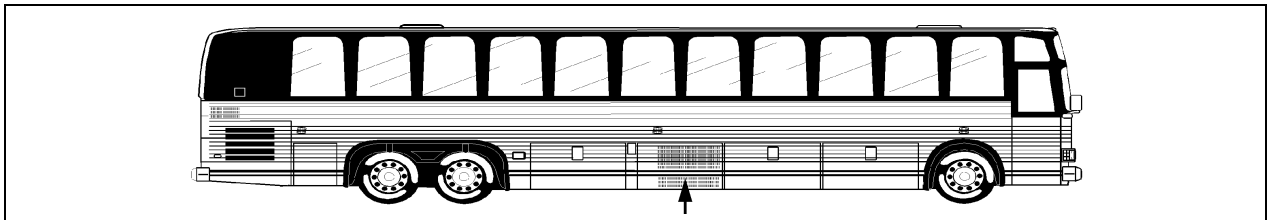

Figure 4 : Emplacement type du compartiment condenseur.
1. Ouvrir la porte du compartiment condenseur (figure 4) ;